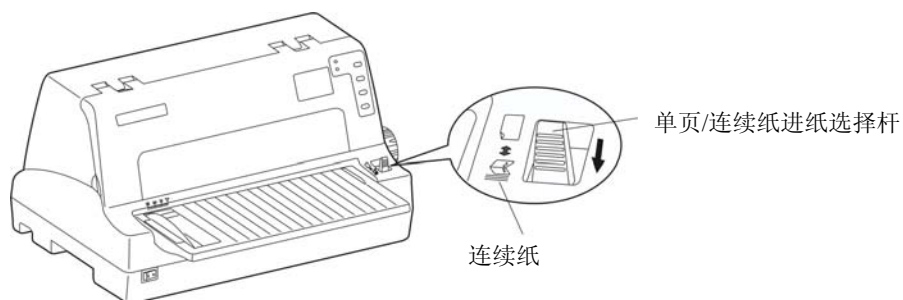

图 3-6 设定单页/连续纸进纸位置（连续纸）
2. 设定单页/连续纸进纸选择杆到连续纸的位置（如图 3-6 所示）。